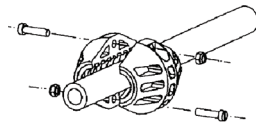

Fig. 5
2. Place the hose stopper at the hose outlet (fig. 5).
2. Placera slangproppen vid slangutloppsändan (fig. 5).
- Place the hose stopper at the new hose outlet end (fig. 5).
- Placera slangproppen vid den nya slangutloppsändan (fig. 5).